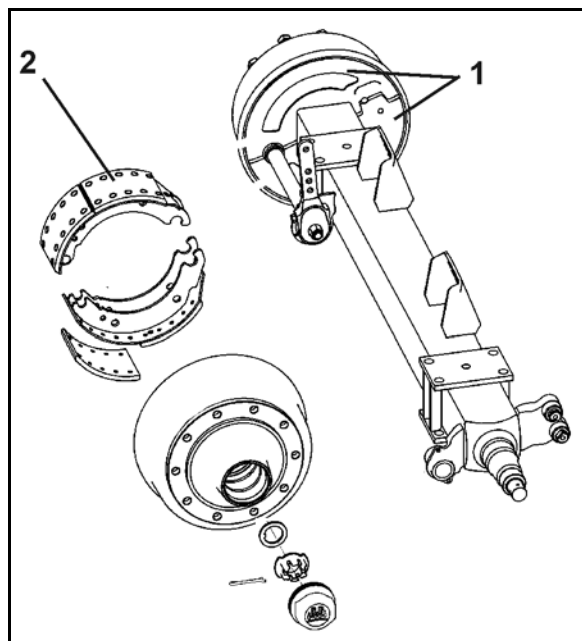

Fig. 152
1. Deșurubați ambele apărători (Fig. 152/1) de pe partea interioară a tamburului de frânare.
Murdăria pătrunsă se poate depune pe garniturile de frână (Fig. 152/2) diminuând considerabil performanțele la frânare.